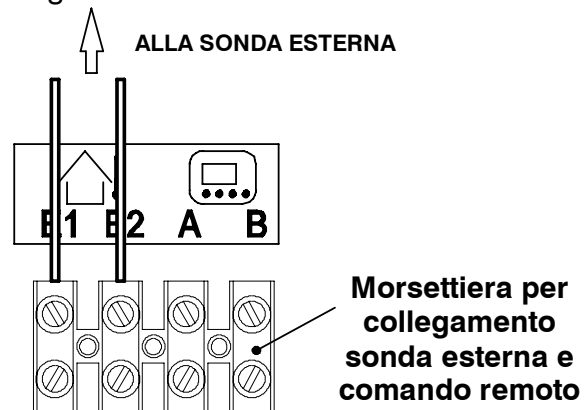

fig. 5.23
- Collegare ai morsetti **E1** e **E2** della morsettieria i due conduttori elettrici come indicato in fig. 5.23